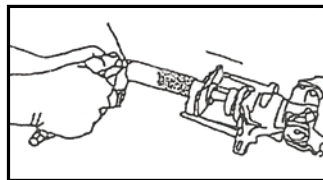

Abb. 2
Drücken Sie auf den Auslöser (2); drehen und bewegen Sie anschließend den Hebel (4), um den Magnetadapter (1) auf die Zylinderschraube auf dem Bremskopf zu drücken. Siehe Abb. 2